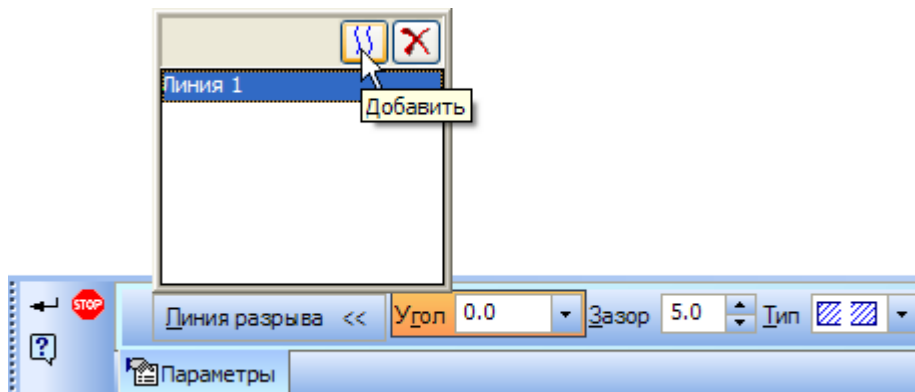

Рисунок 23.
- Нажмите кнопку Добавить на панели списка линий разрыва (рис. 23).